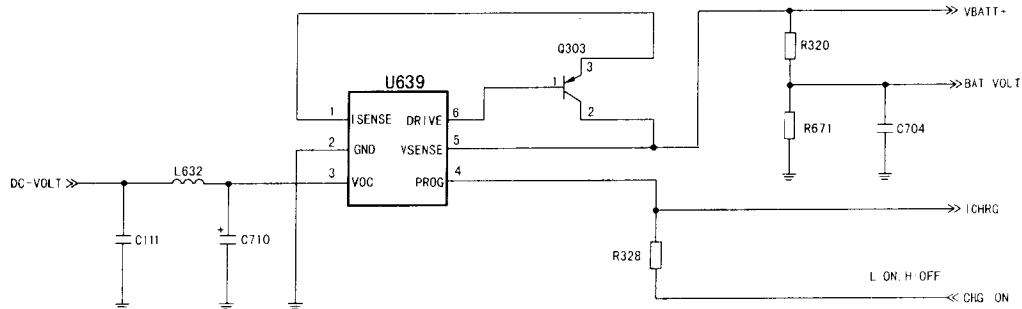

图 1-6 带机充电控制电路原理图
三星 SGH-A288 型手机的带机充电电路主要由 U639 充电控制模块和三极管 Q303 等组成，其工作原理如图 1-6 所示。其作用是控制外接电源 DC-VOLT 对手机电池的充电和检测手机电池的电量。微处理器 U108 输出的 CHG-ON 为脉冲充电信号，进入带机充电模块 U639 的第④脚用以控制外接电源对手机电池的充电；BAT-VOLT 端是检测手机电池电量的饱和程度，由电阻 R320 和 R671 分压后取得，送入微处理器进行检测，当检测到电池电量未饱和时，CPU 继续输出 CHG-ON 信号，控制 DC-VOLT 对手机电池进行充电，当检查到电池电量饱和时，CPU 停止输出 CHG-ON 信号，切断 DC-VOLT 继续向电池充电。